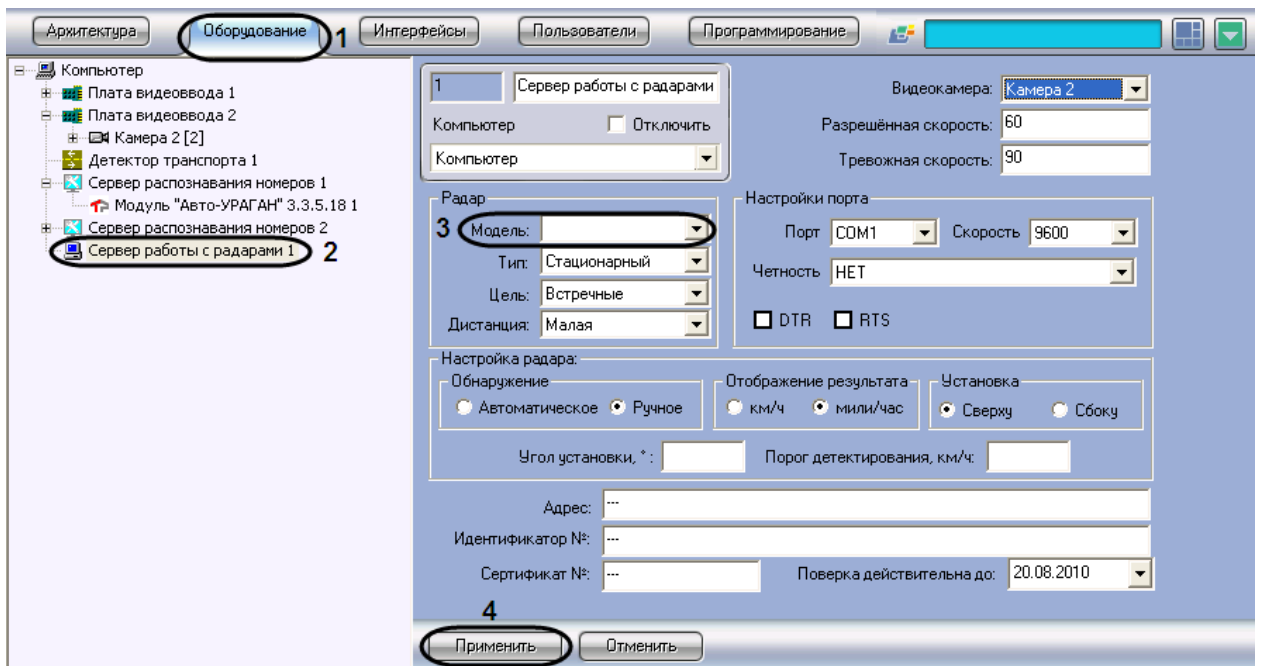

Рис. 7.3-5. Выбор подключаемого устройства «Радар» из списка доступных устройств
1. В диалоговом окне «Настройка системы» перейти на вкладку «Оборудование» (см. Рис. 7.3-5, 1).
2. В дереве объектов на вкладке «Оборудование» выбрать объект «Сервер работы с радарными», соответствующий настраиваемому программному модулю «Радар» (см. Рис. 7.3-5, 2). В правой части вкладки «Оборудование» отобразится панель настройки выбранного объекта.
3. Выбрать модель установленного устройства «Радар» из списка поддерживаемых устройств (см. Рис. 7.3-5, 3).
4. Нажать кнопку «Применить» (см. Рис. 7.3-5, 4).